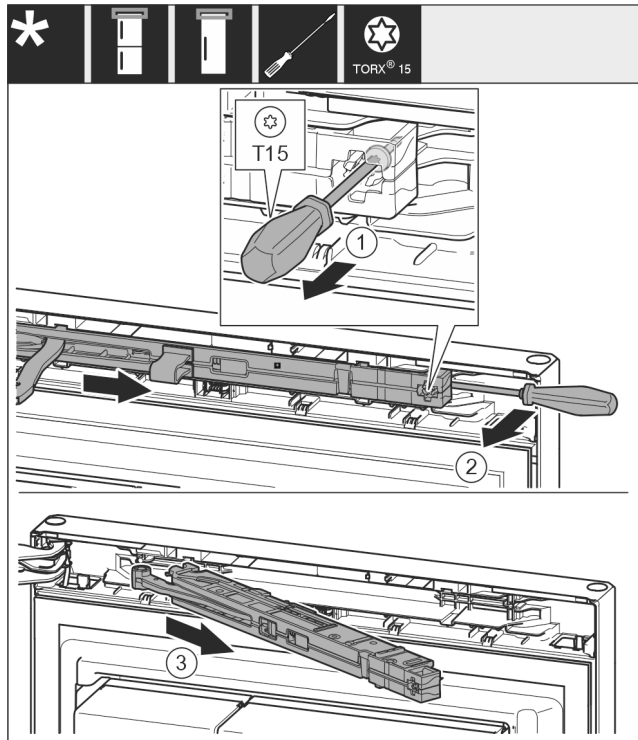

Fig. 8
- Atskrūvējiet durvju amortizatora mezgla skrūvi ar skrūvgriezi T15 apm. 14 mm. Fig. 8 (1)
- Ievietojiet skrūvgriezi no roktura puses aiz durvju amortizatora mezgla un pagrieziet mezglu uz priekšu. Fig. 8 (2)
- Izvelciet durvju amortizatora mezglu. Fig. 8 (3)